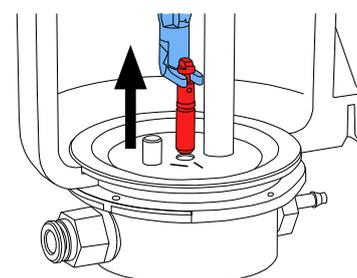

Fig. 12
- Com a ferramenta, agarrar o bocal doseador e puxar para cima (Fig. 12).